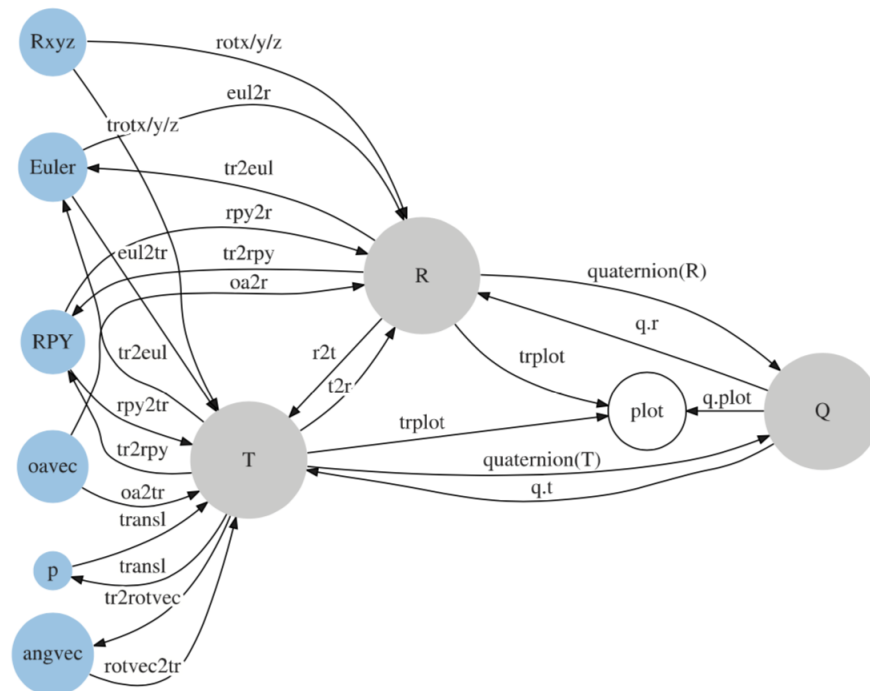

Figura 1: Conjunto de funciones Peter Corke Toolbox robotics v 9.10. Imagen tomada de [7]
- d) Considerando la imagen de la figura 1 realice un ejemplo de 3 de las funciones presentes. Haga